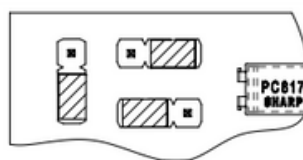

Рис. 7 Схема перестановки джамперов.
- Определите способ подключения разъема X4 (контроля КПП/ручника). Если у вас автомобиль с МКПП, то провод рекомендуется подключать строго на коробку передач при помощи датчика нейтрали, например модели "NM-8" (подходит на старые модели LADA, см. рис. 7). Для автоматической коробки передач подключение контроля осуществляется к лягушке педали тормоза.